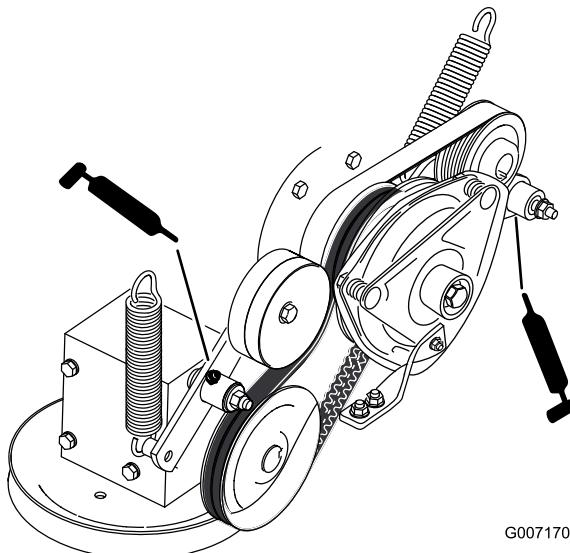

Figura 41
9. Lubrifique o braço intermédio da correia da tomada de força (PTO) (Figura 41).
10. Lubrifique o braço intermédio da correia da bomba (Figura 41).